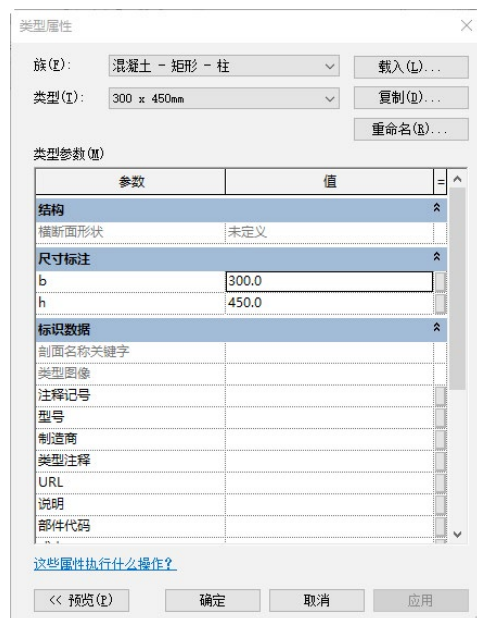
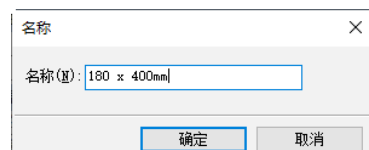

图 5-60 “类型属性”对话框
图 5-61 “名称”对话框
(19) 单击“结构”选项卡“结构”面板中的“柱”按钮, 打开“修改|放置柱”选项卡和选项栏，设置“高度：4F”。
(20) 在“属性”选项板中选择“混凝土 - 矩形 - 柱 300×450mm”类型，单击“编辑类型”按钮, 打开如图5-60所示“类型属性”对话框，单击“复制”按钮，打开“名称”对话框，输入“名称”为“180×400mm”，如图5-61所示，单击“确定”按钮，返回“类型属性”对话框，更改“b”